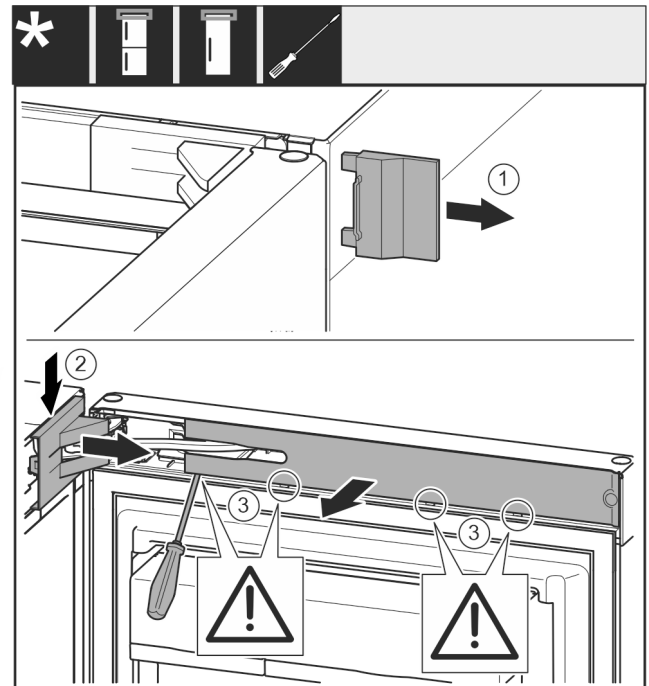

Fig. 8
- Retirer le cache extérieur. *Fig. 8 (1)*
- Détacher et libérer le cache du support de palier. Retirer le cache du support de palier. *Fig. 8 (2)*
- Dégager le cache avec le tournevis et l'incliner sur le côté. *Fig. 8 (3)*